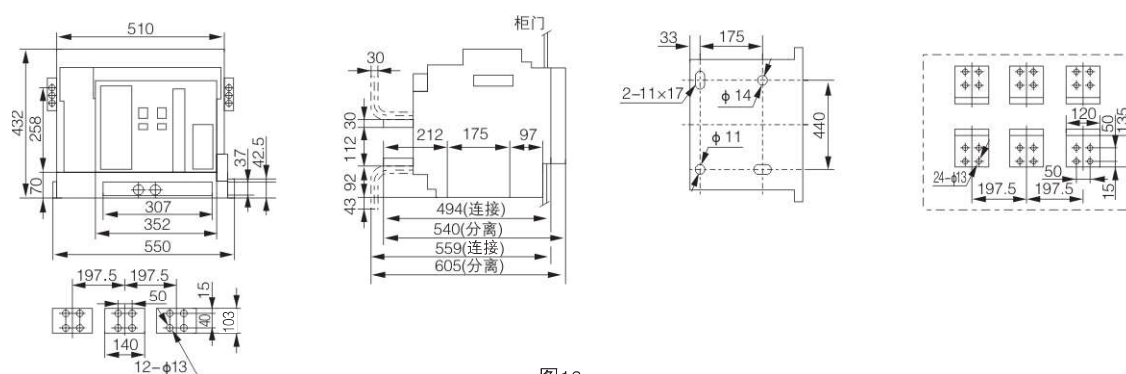

图16e
• CFW1-4000/3P 抽屉式断路器安装, 外形尺寸(见图16e)